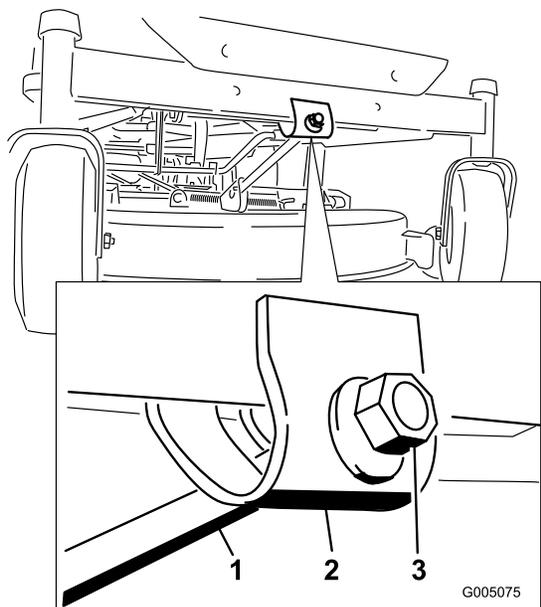

Figura 53
- Para ajustar la inclinación longitudinal, gire la tuerca de ajuste de la parte delantera del cortacésped (Figura 53).